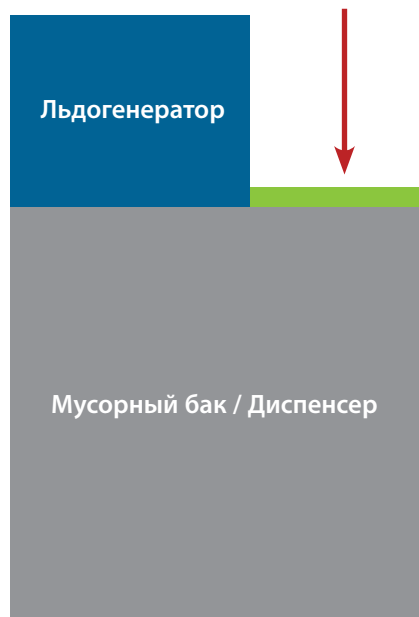

Рис. 5. TCIM установлен с левой стороны контейнера/диспенсера.
- Льдогенератор TCIM слева (конфигурация 1; см. рис. 5)